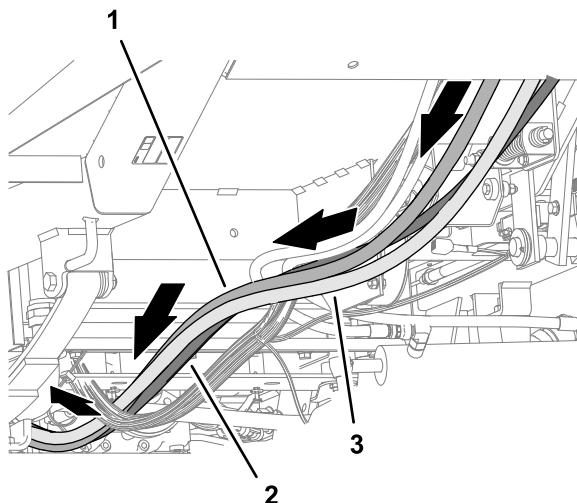

Bild 124
7. Verlegen Sie die beiden Hydraulikpumpenschläuche und den Tankrücklaufschlauch nach hinten, entlang des rechten Rahmenrohrs der Maschine (Bild 124).